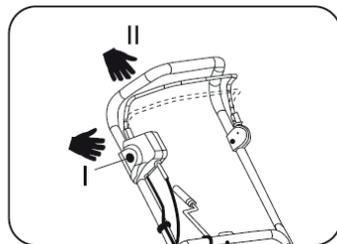

Рис. 10
- Для включения нажмите и удерживайте кнопку блокировки (I), затем нажмите рычаг включения шнека (II). После включения прибора отпустите кнопку блокировки (I) (Рис. 10).
- Для выключения отпустите рычаг включения (II) (Рис. 10).